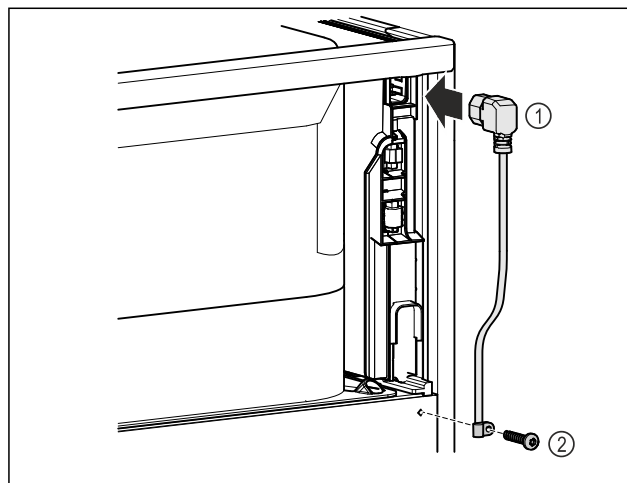

Fig. 13
- Netsnoer Fig. 13 (1) in de koudapparaatbus aan de achterkant van het apparaat steken.
- Trekontlasting monteren. Fig. 13 (2)